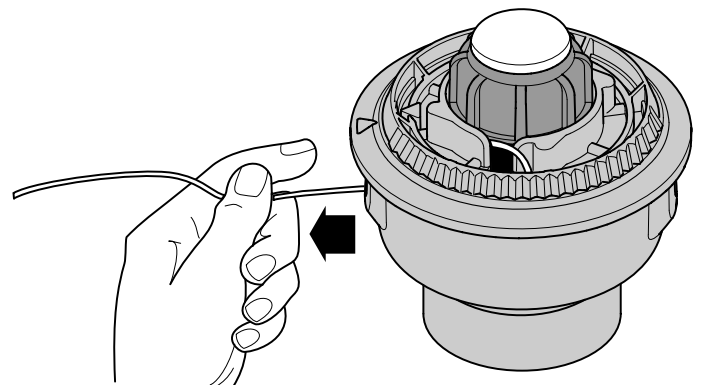

Fig. 19
6. Saque la línea de la bobina exterior hasta que esté tirante contra el carrete interior (Fig. 19).